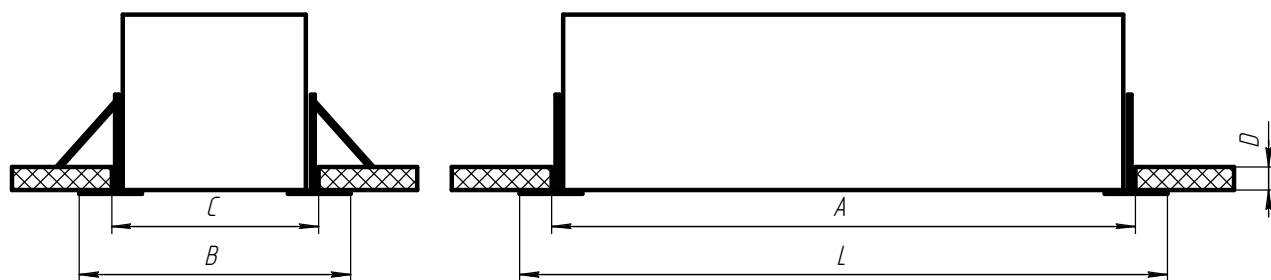

Рисунок 2 - Схема установки светильника.
5.4 Установка светильника в потолочной нише (см. рисунок 2).